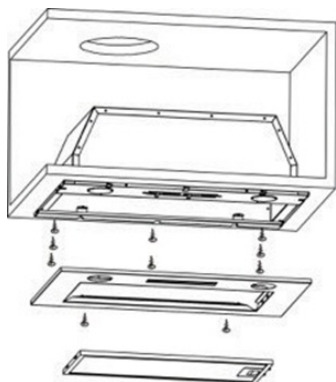

рис. 7.1
- Зніміть алюмінієвий жировий фільтр і викрутіть 4 гвинти на панелі (рис. 7.1).